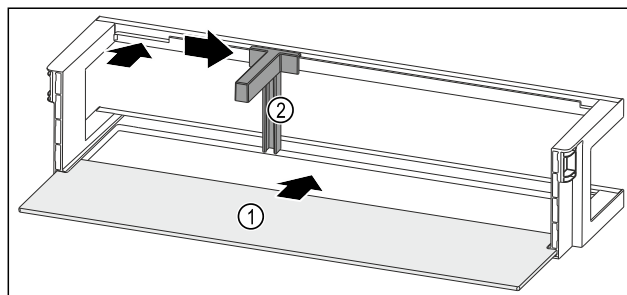

Fig. 227 Balconcino controporta con ripiano
- Inserire il ripiano Fig. 227 (1) negli incavi laterali.
- Inserire il fermabottiglie Fig. 227 (2) nell'incavo.
- Fare scorrere il fermabottiglie Fig. 227 (2) lateralmente alla posizione desiderata.